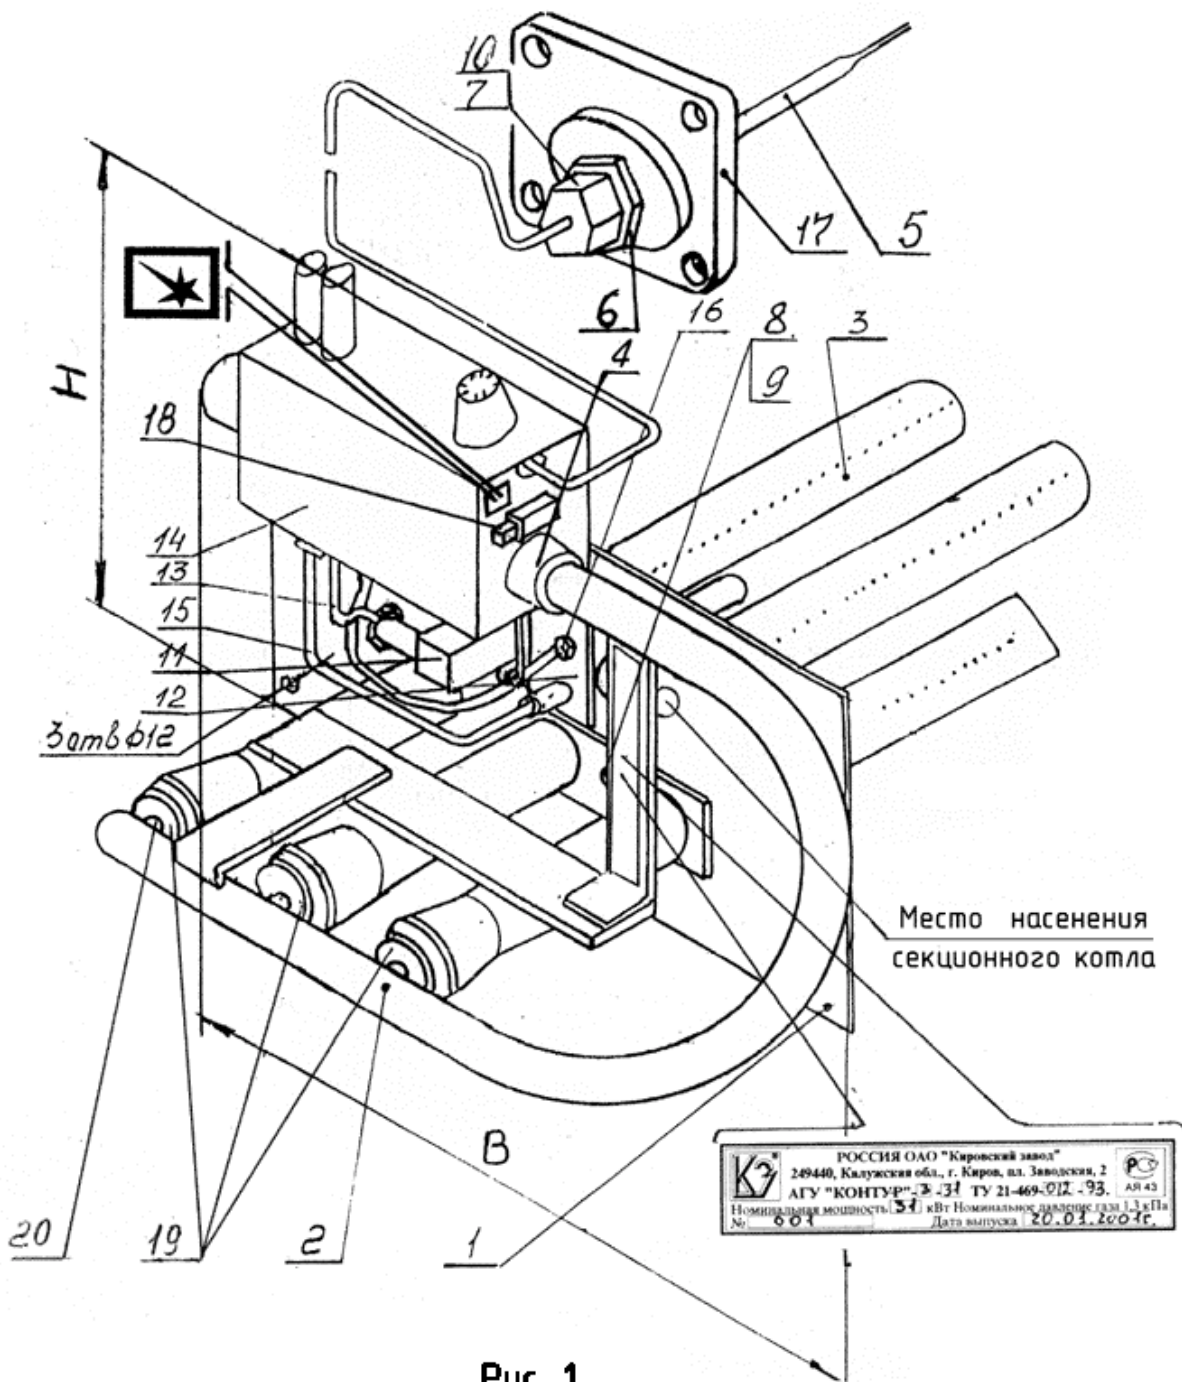
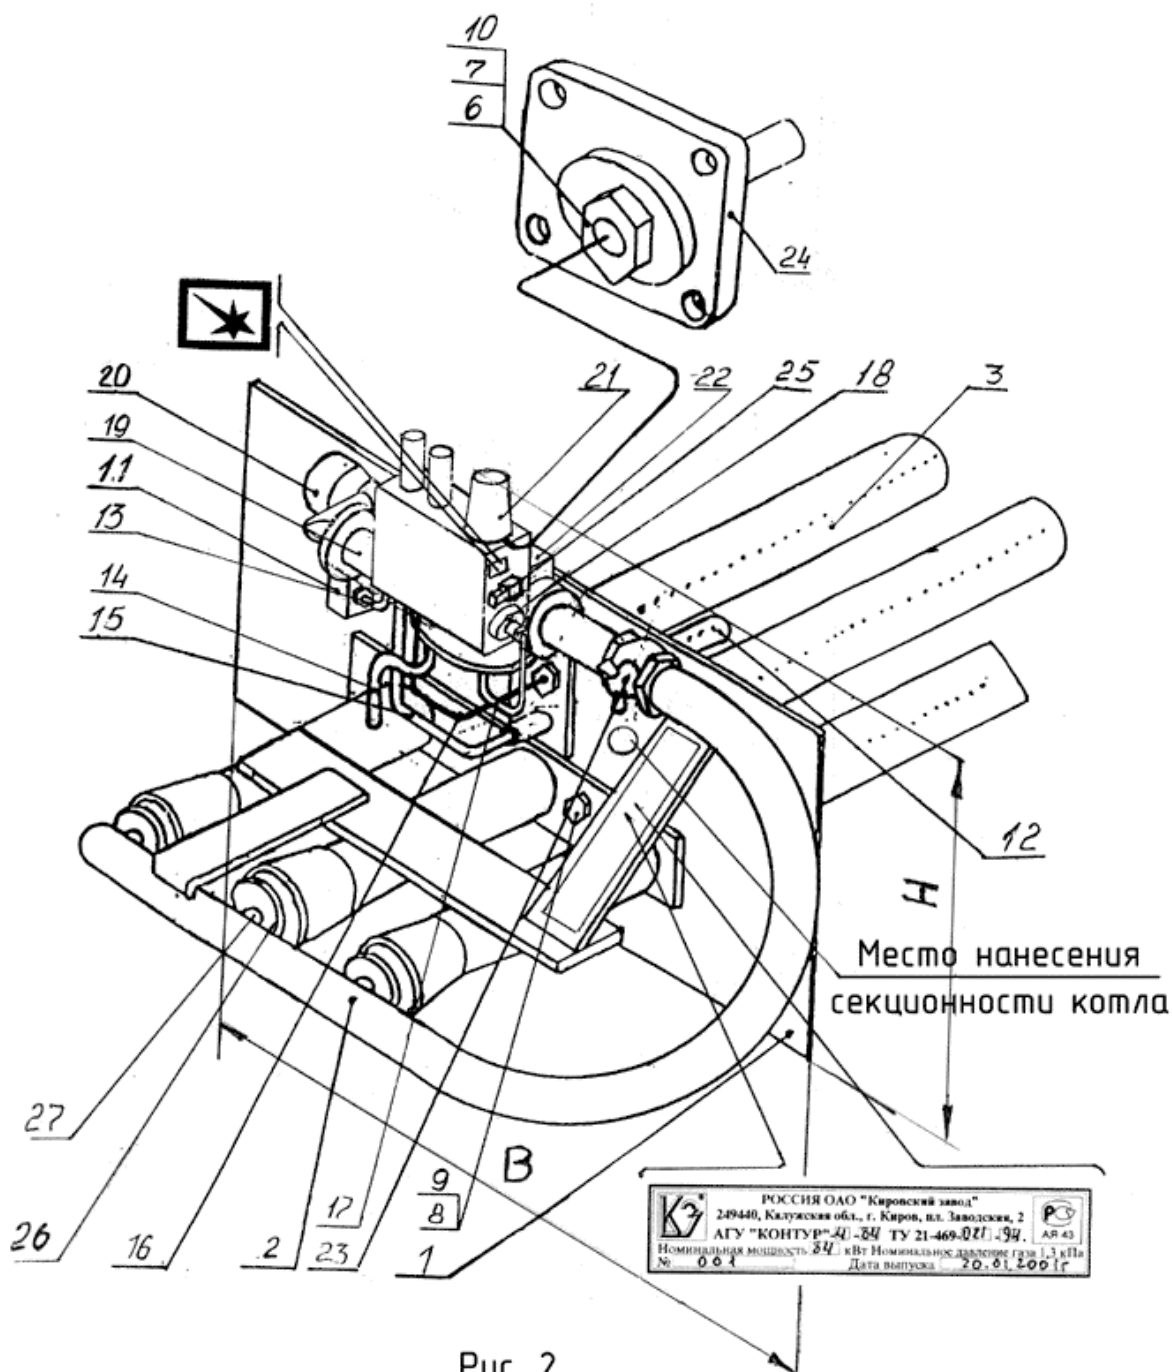

Рис. 1
Рис. 2
Внешний вид газозорелочных устройств приведен на рис. 1 и 2.
- фронтального листа (1) с заслонкой для розжига и визуального контроля;
- коллектора (2) с соплами (20) и регулировочными шайбами (19) (регулирование подачи первичного воздуха к горелке);
- горелки (3), состоящей из трех трубок и стяжки для крепления горелки к фронтальному листу;
- блока автоматики и регулирования «АРБАТ» (14) с переходниками (4 и 6) и термодатчиком (5);
- запальной горелки (12);
- датчика тяги (11).
- фланца или отвода (17) для установки термобаллона;
- электро-пъезорозжига (18) – устанавливается при необходимости и т.д. см. рис.1.
- тройника (20);
- клапана-отсекателя (22);*
- крана шарового (23) и т.д. см. рис.2.
6.1. Сборка АГУ «Контур – 3» согласно рис.1.
ВНИМАНИЕ! Фланец (или отвод) устанавливается добышкой вниз (согласно рис.1). В противном случае возможно повреждение термодатчика.
6.2. Сборка АГУ «Контур - 4» согласно рис.2.
ВНИМАНИЕ! Фланец (или отвод) устанавливается добышкой вниз (согласно рис.2). В противном случае возможно повреждение термодатчика.